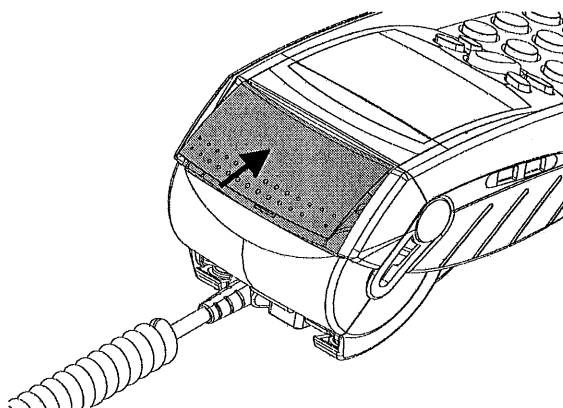

fig. 1a
- 2- Ouvrir le capot du logement papier (figure 1a) de la façon suivante :